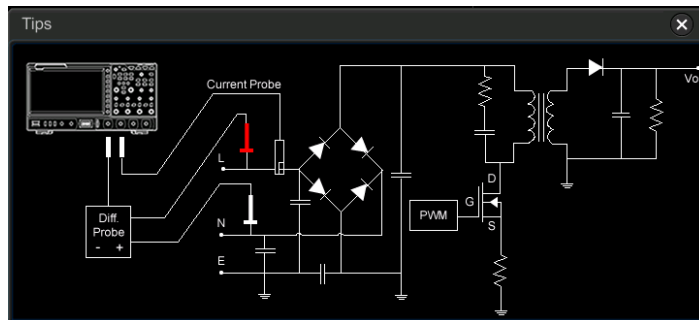

Figure 8-1 パワー・クオリティ解析の接続図
**Tips** を押すと画面にパワー・クオリティ解析の接続図が表示されます。Figure 8-1 の接続図にしたがって差動プローブと電流プローブを接続します。**Tips** を再度押す、あるいは接続図の右上の  をタップすると接続図を閉じることができます。